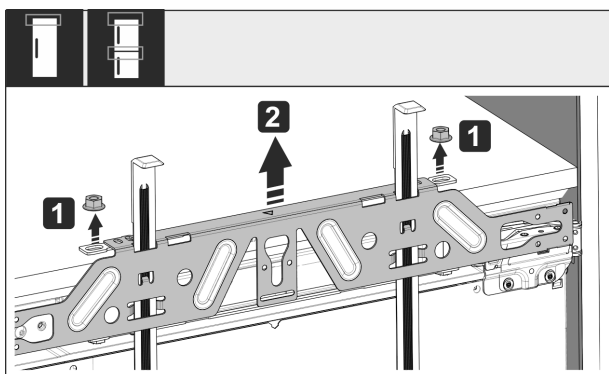

Fig. 52
- ▶ Открутите контргайки Fig. 52 (1).
- ▶ Снимите крепежную поперечину Fig. 52 (2).